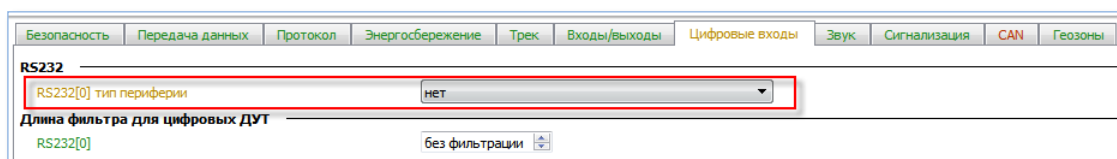

Рисунок 12. Настройка RS232
5. Перейдите на вкладку «Настройки» → «Цифровые входы» и установите для параметра «RS232[0] тип периферии» значение «нет» (Рис. 12);